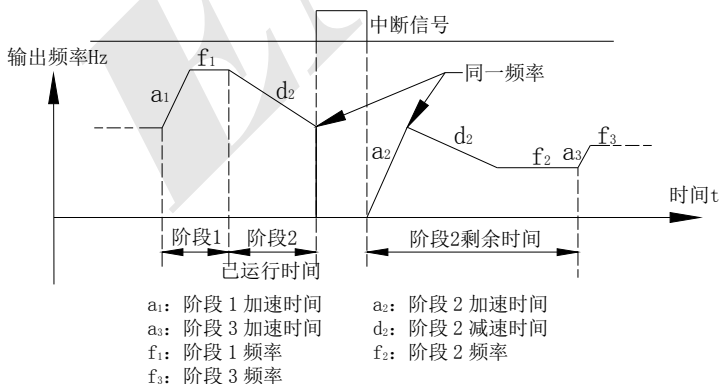

图 7-35 PLC 启动方式 2
**2: 从中断时刻的运行频率继续运行。**由停机命令或故障引起的运行中停机，变频器不仅自动记录当前阶段已运行的时间而且还记录停机时刻的运行频率，再启动后先恢复到停机时刻的运行频率，继续余下阶段的运行，如图 7-35 所示。